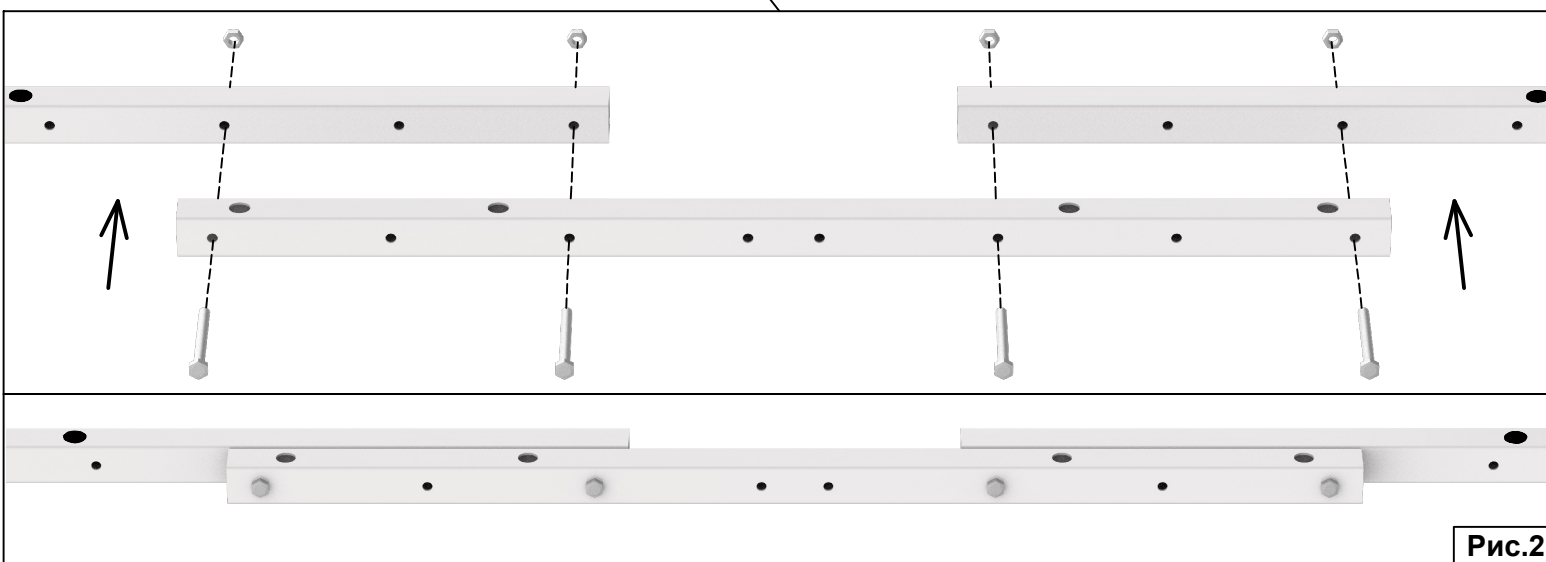
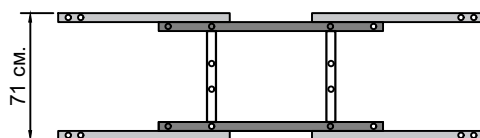

Рис.2
Рис.4
На крайних перекладинах (1) и средних перекладинах (2), совместите отверстия по рекомендованной схеме сборки перекладин (Рис.3 и Рис. 4). Зафиксируйте их с помощью болтов M6 и гаек M6. (Рис.2)